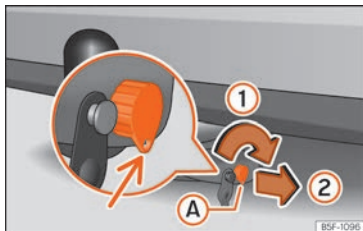
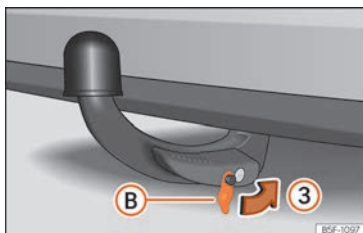

Fig. 256 Bloquear cerradura
Fig. 257 Colocar la tapa sobre la cerradura
- Gire la llave (A) en el sentido de la flecha (1) hasta que la parte agujereada de la llave llegue a su posición inferior » fig. 256.
- Extraiga la llave en el sentido de la flecha (2).
- Coloque la tapa (B) en la cerradura en el sentido de la flecha (3) » fig. 257 » !.